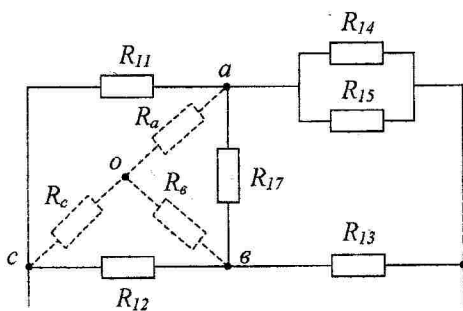

Рис. 1.3
Для участка схемы (рис. 1.3) преобразуем треугольник abc в эквивалентную звезду (11):
Определяем эквивалентное сопротивление R_α упрощенного участка схемы (рис. 1.3).